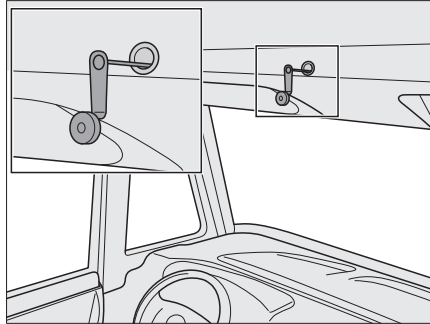

Bild 164 Nödmanövrering för elektrisk höjbar säng
- ▶ Vid strömavbrott kan den elektriska höjbara sängen även manövreras med en nödvev (Bild 164). Veven finns i köksskåpet.